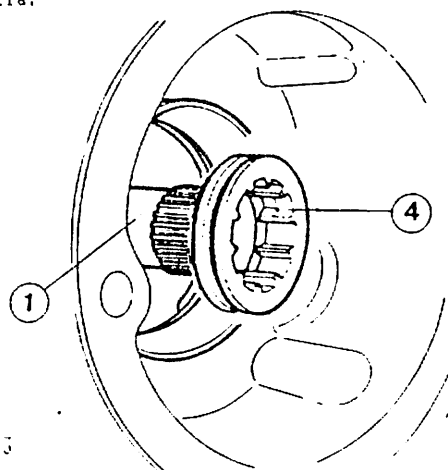

Fig. 3D.3-53
Acople la horquilla de mando (5) sobre la garra de enclavamiento de tracción delantera (4) (Fig. 3D.3-53). Comprima el muelle (6), introdúzcalo en el encaje de la horquilla y monte el eje selector (7) de forma que la parte rebajada (8) quede situada hacia la parte delantera y orientada hacia arriba.